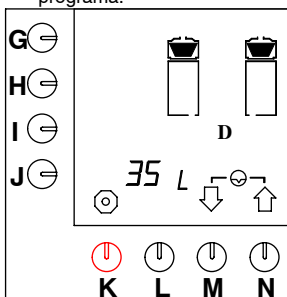

Fig. 54 Puesta a cero del contador diario del sistema de preparación de café
- Mantenga apretada la tecla de programación (M.)↓ hasta que en el display aparezca la fig.54 .